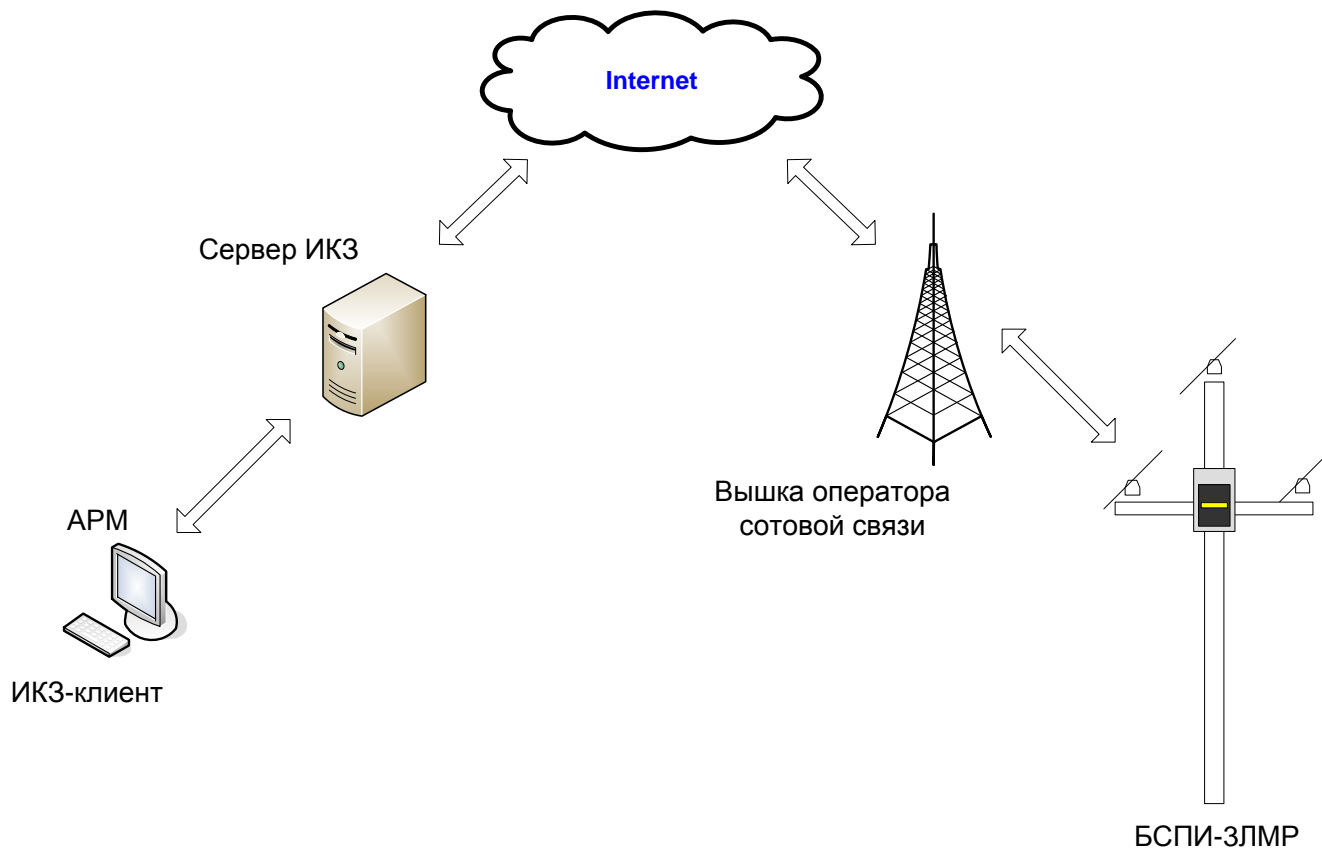

Рисунок 3 – Схема передачи данных
1.5.5 Значения замеренных параметров, сохраненных в памяти прибора, передаются с помощью канала GSM на сервер сбора и обработки данных (см. Рисунок 3). Диспетчер может получить данные, подключаясь к серверу или через собственную SCADA-систему, или используя программное обеспечение, поставляемое компанией АНТРАКС – «КОМОРСАН Web-клиент». Также данные можно считать при обходе ВЛ с помощью пульта дистанционного управления (см. документ «Переносной пульт управления на базе смартфона для ИКЗ-ВЗЗ/З4Л. Руководство пользователя»).